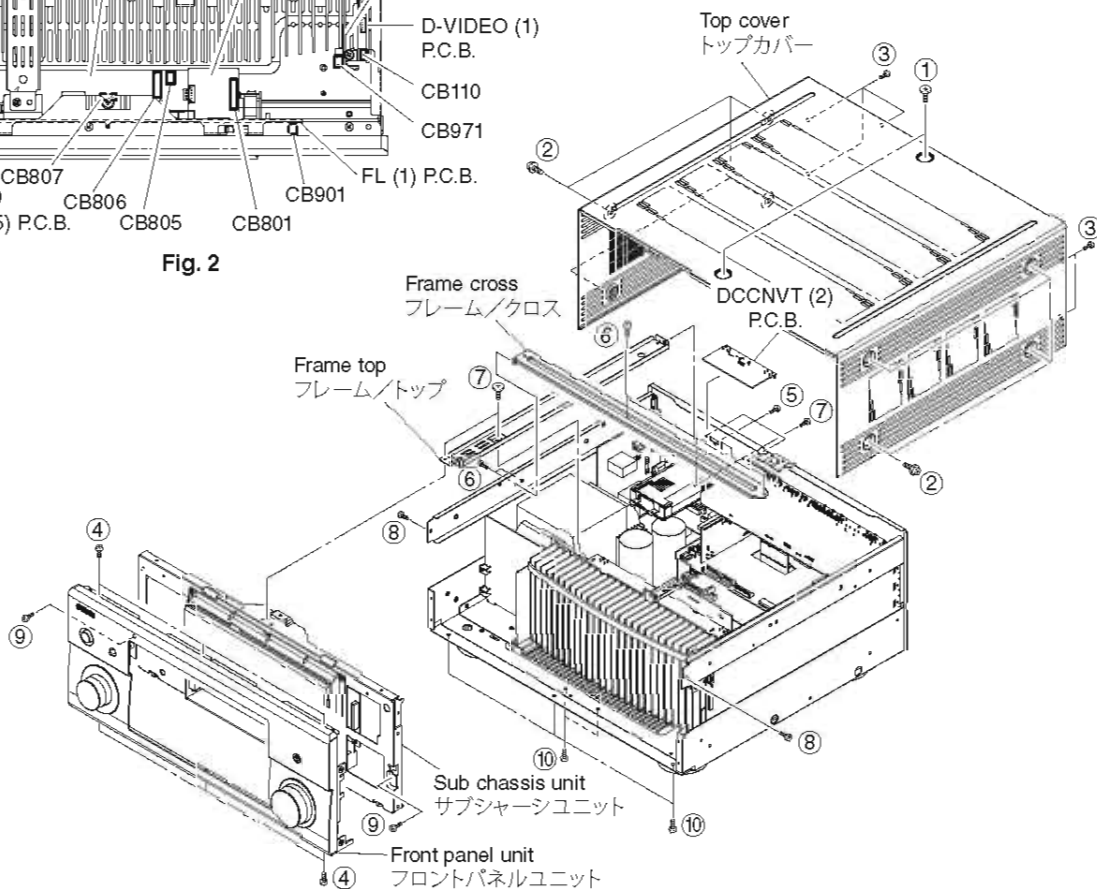

Fig. 1
- a. Remove 2 screws (①), 8 screws (②) and 5 screws (③). (Fig. 1)
- b. Slide the top cover rearward to remove it. (Fig. 1)
- a. ①のネジ2本、②のネジ8本、③のネジ5本を外します。(Fig. 1)
- b. トップカバーを後方へスライドさせ、取り外します。(Fig. 1)
Remove 6 screws (④) and then remove the front panel forward. (Fig. 1)
④のネジ6本を外し、フロントパネルを前方に外します。(Fig. 1)
- a. Remove 3 screws (⑤) and then remove the DCCNVT (2) P.C.B. (Fig. 1)
- b. Remove 4 screws (⑥) and then remove the frame cross. (Fig. 1)
- c. Remove 3 screws (⑦) and then remove the frame top. (Fig. 1)
- d. Remove 2 screws (⑧), 2 screws (⑨) and 5 screws (⑩). (Fig. 1)
- d. Remove the sub chassis unit forward. (Fig. 1)
- a. ⑤のネジ3本を外し、DCCNVT (2) P.C.B.を取り外します。(Fig. 1)
- b. ⑥のネジ4本を外し、フレーム/クロスを取り外します。(Fig. 1)
- c. ⑦のネジ3本を外し、フレーム/トップを取り外します。(Fig. 1)
- d. ⑧のネジ2本、⑨のネジ2本、⑩のネジ5本を外します。(Fig. 1)
- f. サブシャーシユニットを前方に取り外します。(Fig. 1)